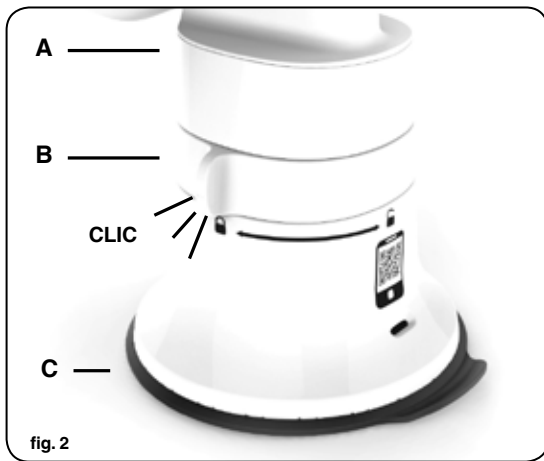

fig. 2
3. Per fissare il piedino al piano e bloccare la parte superiore al piedino a ventosa ruotare l'anello (B) in posizione bloccata  fin quando non si sente un clic. Accertarsi che tutti i componenti siano bloccati gli uni con gli altri (fig. 2).